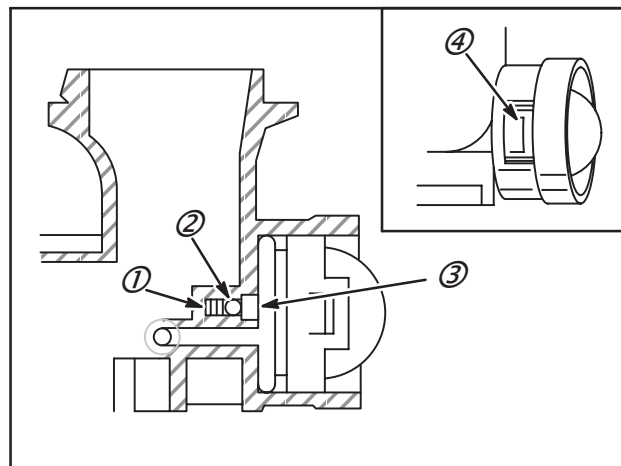

Fig. 4
3. Soulever l'arrêt en faisant levier et déposer la poire d'amorçeur de la rainure du siège (3).
4. Déposer le siège de l'amorçeur à l'aide d'un crochet. La bille (2) et le ressort (1) vont tomber, Fig. 4.
2. Presser le siège de l'amorçeur dans l'alésage avec la rainure du siège tournée vers l'extérieur, Fig. 4.